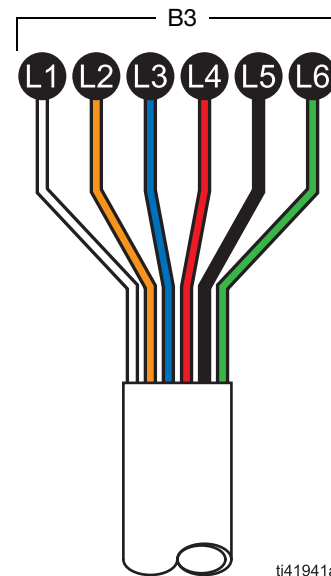

FIG. 6 : Câbles volants du câble E/S
- B3** Câbles volants du câble E/S, *non illustré; voir FIG. 6*